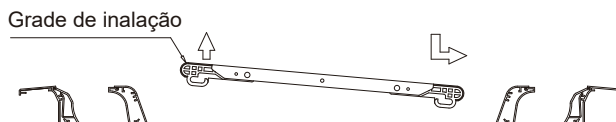

Figura 15
1. Erga um lado da grelha de entrada de ar (sem direcionamento) e pressione o outro lado para baixo. Em seguida, deslize no sentido da seta, como mostrado na Figura 15.